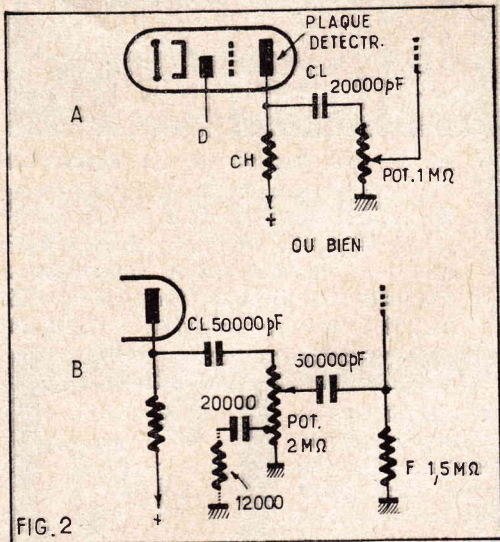

FIG. 2. — Dans le montage 2 A, plus simple que 2 B, le potentiomètre joue le rôle de résistance de fuite mais nous préférons 2 B (F reste invariable).
La partie basse fréquence du poste commence à partir du condensateur de liaison CL. Il est suivi d'un potentiomètre de volume contrôle (pot.) fig. 2 (AB). CL = 10 000 pf mais mieux 20.000 à 50 000 (0,05 MF).
Le pot. de la figure 2 A comme la résistance F, figure 2 B, jouent le rôle de résistance « de fuite » (ne pas dépasser 2 MG).
La diode (fig. 2 A) doit subsister dans l'un des tubes (où qu'il soit placé).